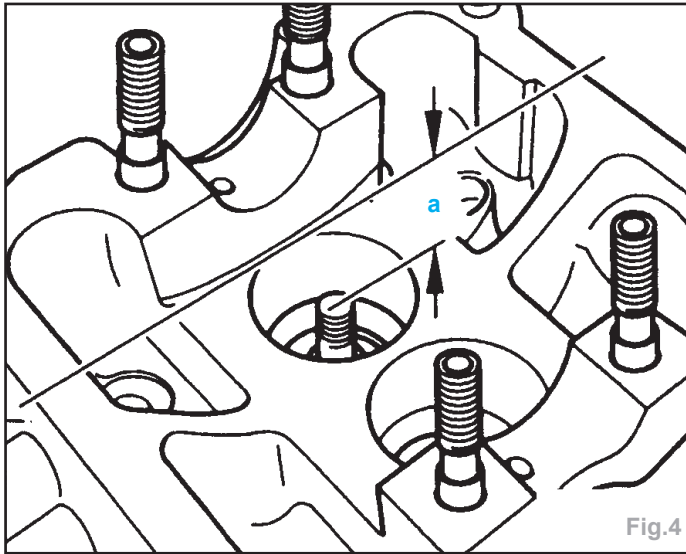

Fig.4
- Mesurer l'écart entre le bord de la culasse et la soupape (Fig.4),